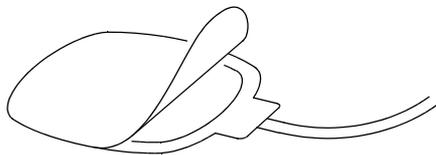

Abbildung 5-2 Abziehen der Schutzfolie von der Elektrode
- 2 Von der Kabelanschlussseite her die Schutzfolie vorsichtig von den Elektroden abziehen (siehe Abbildung 5-2).